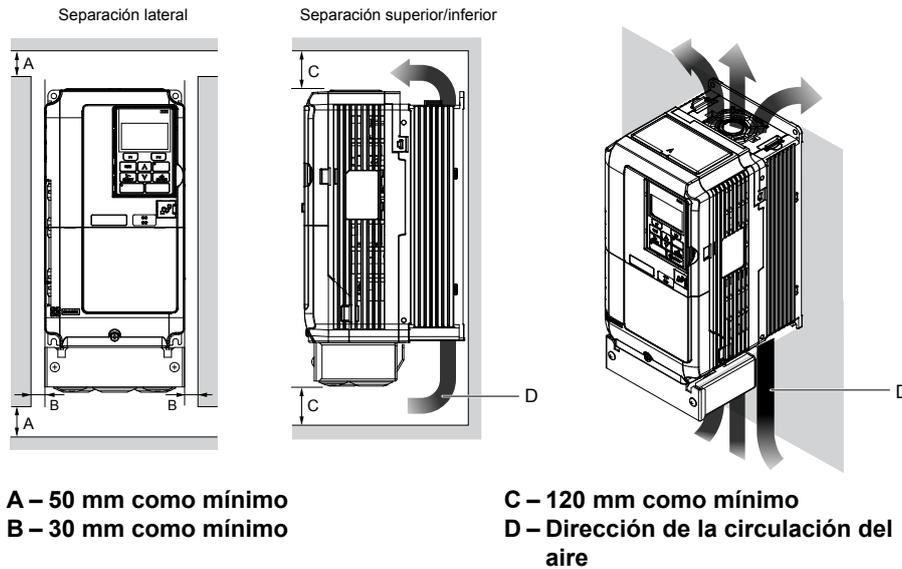

**Figura 2.1 Corrija la orientación de la instalación**
**AVISO:** Instale el variador en posición vertical, como se ilustra en la Figura 2.1. No respetar estas instrucciones puede dañar el variador debido a una refrigeración inadecuada.